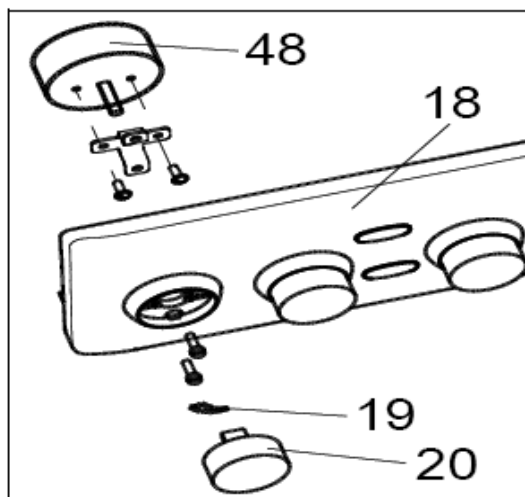

Рисунок 14 Замена таймера
4.8 Замена таймера (рисунок 14)
- снять рукоятку (20) с пружиной(19) с панели управления (18);
- открутить винты крепящие таймер (48) и заменить его на новый;